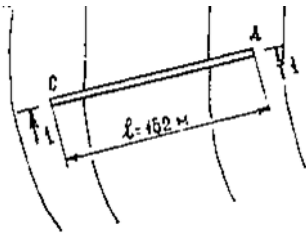

Рисунок 2. План участка в горизонталях
1. Методом интерполяции определяют черные отметки в начале (H_A) и в конце (H_C) траншеи. Отметки дна траншеи H_A и H_B будут равны (см. рис. 2)